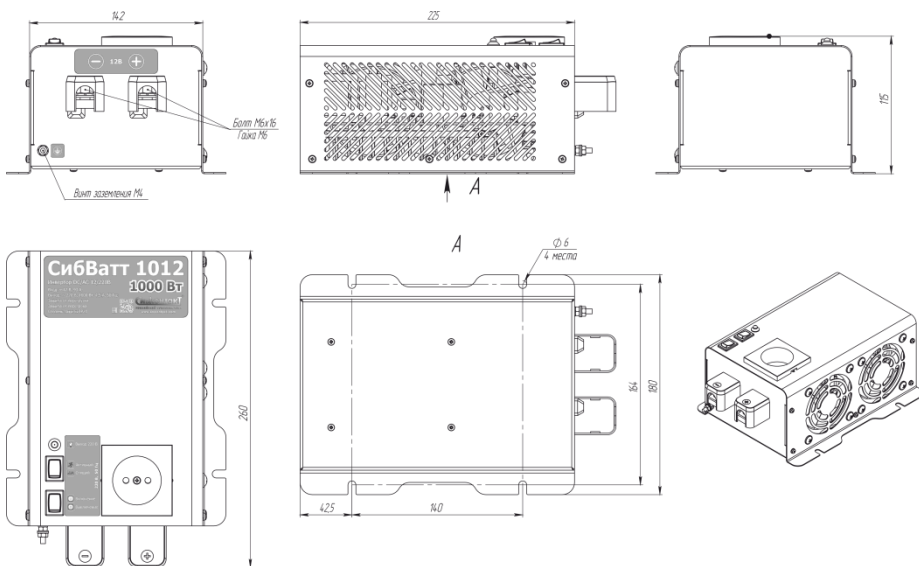

Рисунок 1. Внешний вид инвертора СибВатт 1012/ СибВатт 1024
5.3 На лицевой панели инвертора расположены (см. Рис.1):